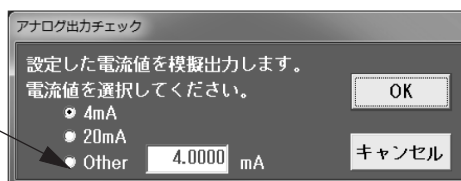

図53
- ③ 図53のような画面が現れますので、模擬出力値を選択し、「OK」ボタンをクリックしてください。ただし、“4 mA”、“20mA”以外のアナログ値(4～20mA間の任意の電流値)を出力させる場合は「その他」を選択し、出力させるアナログ値を入力後「OK」ボタンをクリックしてください。
- ⑤ 「停止」ボタンをクリックすると図53のメッセージボックスに戻りますので他の出力値のチェックを行う場合は③と同様の設定と操作を行います。「アナログ出力チェック」を終了させる場合は図53のメッセージボックスにおいて「キャンセル」ボタンをクリックしてください。